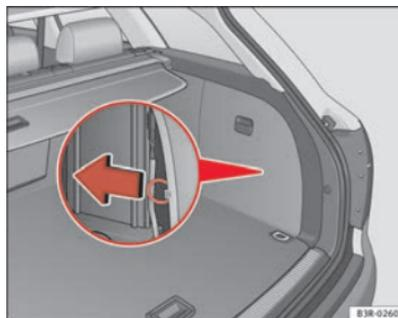

Abb. 175 Gepäckraum: Notentriegeln der Tankklappe
- Zum Entriegeln der Tankklappe ⇒ **Abb. 175** an der Schlaufe ziehen. ■